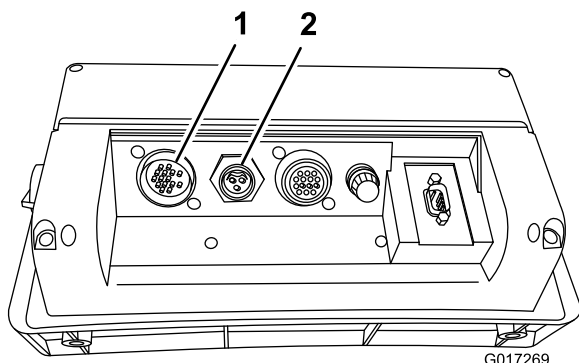

Рисунок 3
6. Подключите кабели к соответствующим входам на задней панели консольного компьютера (Рисунок 3) и закрепите их, закрутив фиксирующие винты.